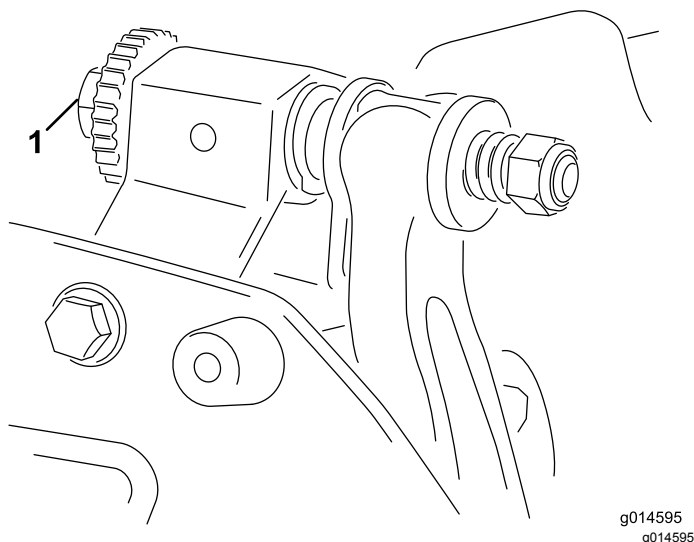

Figure 4
6. Tournez la vis de réglage droite de la barre d'appui (Figure 4) jusqu'à ce que vous sentiez une légère pression sur la cale lorsque vous la faites glisser d'un côté à l'autre. Enlevez la cale.